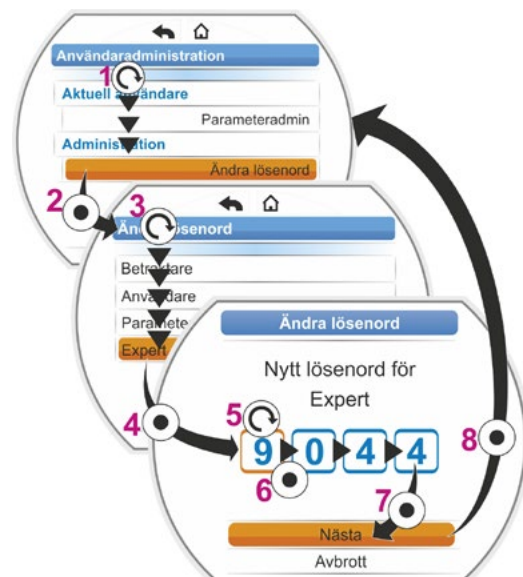

Bild 2: Tilldela åtkomstbehörighet
- Flytta den orangefärgade valmarkeringen till menypunkten "Ändra lösenord" (bild 2, pos. 1).